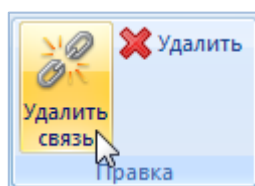

Рис. 9-22 – Кнопка «Удалить связь» панели «Правка».
- 3) Нажать кнопку «Удалить связь» панели «Правка» (рис. 9-22).